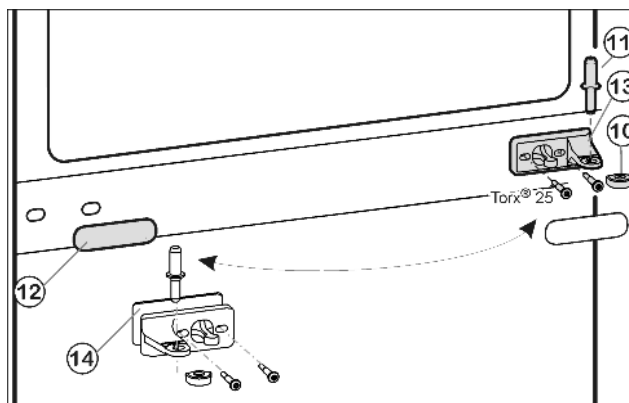
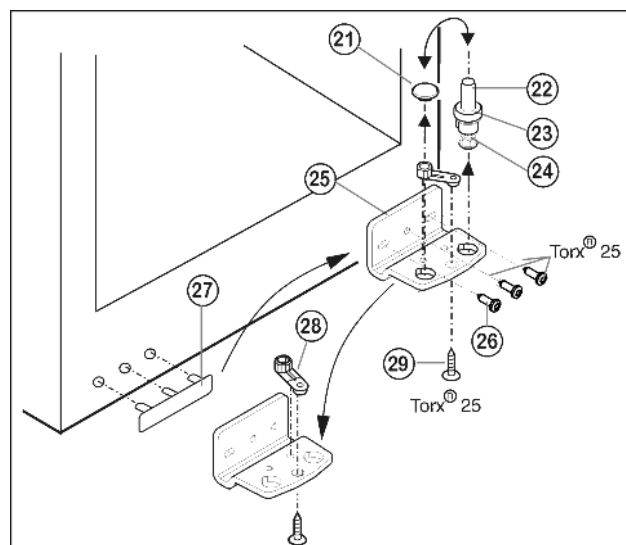

Fig. 7
Fig. 8
- ▶ Izvucite svornjak ležaja u sredini Fig. 7 (11) iz podloška ležaja i donjih vrata.
- ▶ Skinite plastičnu kapicu Fig. 7 (10).
- ▶ Odvijte podložak ležaja Fig. 7 (13) (2 x Torx® 25).
- ▶ Oprezno skinite plastični poklopac Fig. 7 (12).
- ▶ Podložak ležaja u sredini Fig. 7 (13) s podloškom Fig. 7 (14) pritegnite čvrsto (s 4 Nm) okrenut za 180° na novu stranu šarki.
- ▶ Ponovo stavite plastični poklopac Fig. 7 (12), zaokrenut za 180°, na novu stranu ručke.
- ▶ Cijeli svornjak ležaja Fig. 8 (22), s pločicom Fig. 8 (23) i podesivom nožicom Fig. 8 (24) skinite prema gore.
- ▶ Podignite čep Fig. 8 (21).
- ▶ Odvijte podložak ležaja Fig. 8 (25).
- ▶ Odvijte dio ležišta Fig. 8 (28) i premjestite ga u suprotnu prihvatnu rupu podloška ležaja, ponovo ga zavijte.
- ▶ Oprezno nadignite pokrov na strani ručke Fig. 8 (27) i premjestite ga na suprotnu stranu.
- ▶ Eventualno pomoću odvijača na baterije ponovo čvrsto pričvrstite vijcima podložak ležaja Fig. 8 (25) na novoj strani šarke (s 4 Nm).
- ▶ Ponovo umetnite čep Fig. 8 (21) u drugu rupu.
- ▶ Ponovo umetnite cijeli svornjak ležaja Fig. 8 (22), s pločicom i podesivom nožicom. Pri tome pazite da je ispuščenje za blokiranje okrenuto prema otraga.
- ▶ Stavite donja vrata odozgo na donji svornjak ležišta Fig. 8 (22).
- ▶ Ponovo stavite plastični poklopac Fig. 7 (10) na srednji podložak ležaja Fig. 7 (13).
- ▶ Umetnite srednji svornjak ležaja Fig. 7 (11) na novu stranu šarki kroz podložak ležaja u sredini Fig. 7 (13) u donja vrata.
- ▶ Stavite gornja vrata na svornjak ležaja u sredini Fig. 7 (11).
- ▶ Poravnajte vrata eventualno preko obje uzdužne rupe u donjem podlošku ležaja Fig. 8 (25) i srednjem podlošku ležaja Fig. 7 (13) u liniji s kućištem uređaja. Za to odvijte srednji vijak na donjem podlošku ležišta Fig. 8 (25).